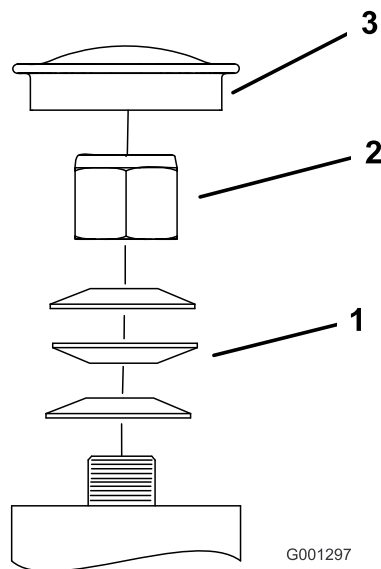

Figura 75
3. Togliete il coperchietto antipolvere dalla ruota orientabile e serrate il dado di bloccaggio (Figura 75).
4. Serrate il dado di bloccaggio finché le rondelle elastiche non sono piatte, quindi allentate di un quarto di giro per mettere a punto il precarico sui cuscinetti (Figura 75).
Importante: Verificate che le rondelle elastiche siano correttamente montate, come riportato nella Figura 75.
5. Montate il coperchietto antipolvere (Figura 75).